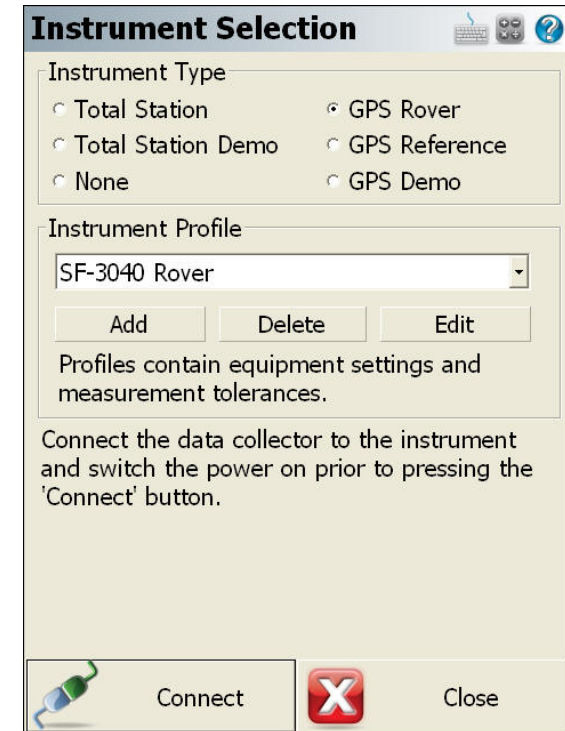

Figura 6: Instrument Selection (Selezione Strumento)
72. Sulla schermata **Instrument Selection (Selezione Strumento)** (vedi Figura 6), selezionare **GPS Rover**.